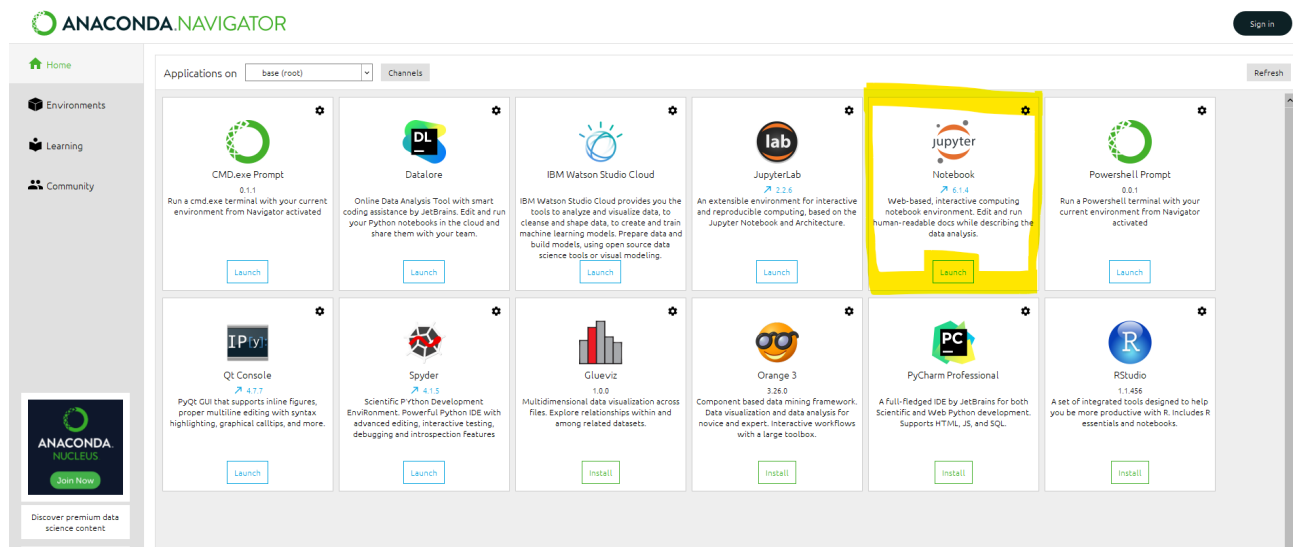

Figura 3: Interfaccia di ANACONDA navigator
Una volta cliccato su "Launch", si verrà indirizzati alla cartella "locale" (ad esempio io sono indirizzata C:\Users\roberta.mancini) sempre tramite Jupyter notebook. (come si vede dalla Figura 3).
- Lanciare Jupyter notebook come mostrato in Figura 3.